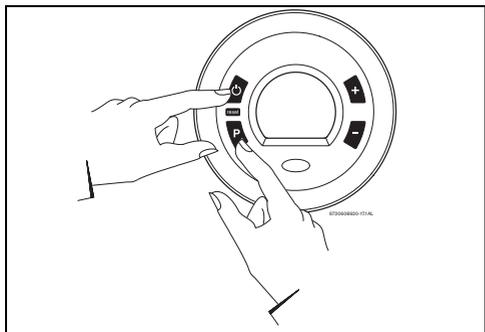

Fig. 43 Mode de réglage du gaz
- ▶ Appuyer, ne manière continue, sur la touche de programmation et appuyer sur l'interrupteur principal MARCHE/ARRÊT pour allumer l'appareil (Fig. 43).